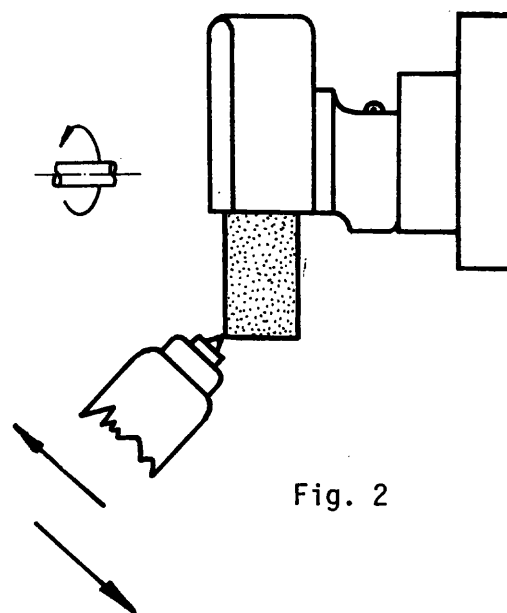

Fig. 2
- ___ b Ubique el diamante en una arista de la muela (fig. 2).